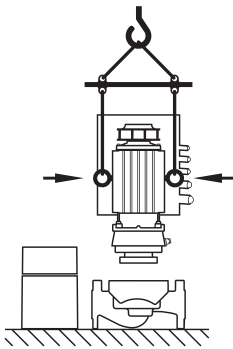

Fig. 25: Transport des Einstecksatzes
- Werden oder sind die Transportösen vom Motorflansch versetzt und am Motorgehäuse montiert, so sind sie nur zum Tragen bzw. Transport des Einstecksatzes (Fig. 25) zugelassen, nicht aber zum Transport der ganzen Pumpe sowie nicht zum Trennen des Einstecksatzes vom Pumpengehäuse (auf die vorherige Demontage und anschließende Montage der Abstandshalter ist zu achten).